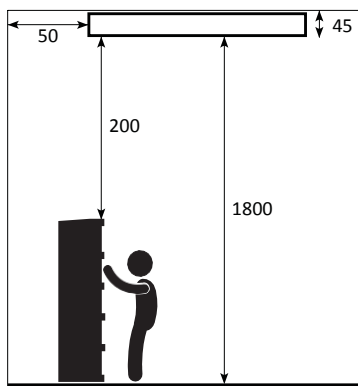
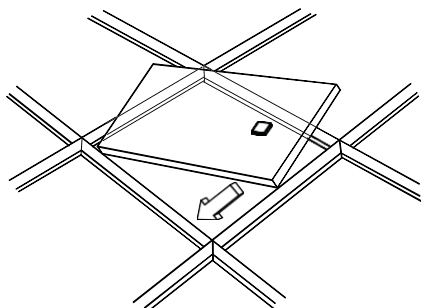
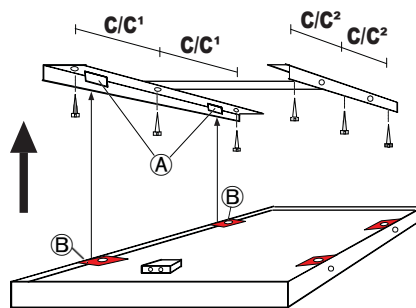

Fig.1b
Fig.3
Fig.4
TKS kan monteres innfelt i tak med T-profil 15 mm eller 24 mm, fig.2, eller på overflaten på den medfølgende H-takbraketten, se fig.3. Den laveste monteringshøyden er 1,8 m fra gulvnivå. Respekter og følg min. avstandene til omgivende flater ifølge figur 1a. Fastmontert ovn må ikke plasseres foran en veggkontakt.
Ved overflatemontering, monter H-takbraketten i taket med tre skruer på hver side, med C / C¹ og C / C² avstand, se fig.3 og tabell.
La ovnen stå i senket posisjon, fig.4, og koble installasjonskabelen til klemmene 4 mm² i koblingsboks (C) i henhold til diagrammet, fig. 1b, gjennom kabeltetningen (D). Viderekobling er mulig. (Gjelder ovner levert uten ferdig tilkoblet kabel og Wagoplugg)
Løft opp ovnen, fig.4, og skru den inn i H-takbraketten, se fig.5, med de to medfølgende skruene (E). Advarsel! Pass på at vinkelbeslagene (B) på motsatt side ikke løsnes. Ved montering med vaier eller kjetting, kan de fire vinkelbeslagene (B) brukes som opphengspunkter, se fig.3.